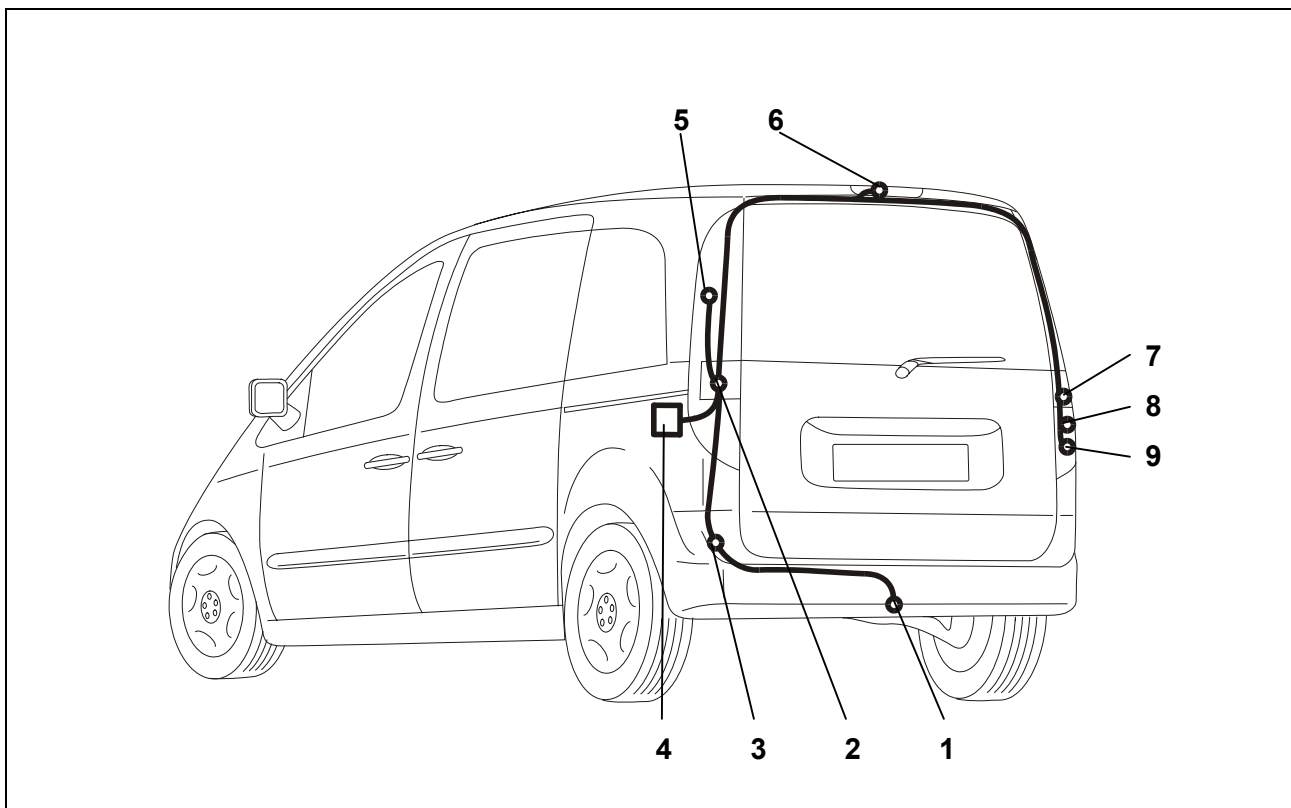

Fig. 2: Schema di montaggio
3. Eseguire in un punto adeguato sotto il fanale posteriore sinistro un foro da 19 mm per il passaggio dei cavi (fig. 2/3). Eventualmente utilizzare l'apertura già presente.
4. Infilare il terminale del fascio di cavi relativo attraverso questa apertura, partendo dalla cavità dietro il fanale posteriore sinistro, verso l'esterno sino alla lamiera portapresa (fig. 2/1).
5. Infilare la bussola di gomma nel foro di passaggio cavi (fig. 2/3).
6. Inserire la guarnizione della presa e collegare il fascio di cavi come da schema occupazione presa (fig. 2/1) ed avvicinare la guarnizione di gomma alla presa.
7. Fissare la presa al supporto (fig. 2/3) mediante le viti ed i dadi forniti.
8. Togliere la spina dal fanale posteriore sinistro (fig. 2/2) e collegarla alla relativa controparte adatta del fascio di cavi. Le spine devono innestarsi in posizione.
9. Posare il terminale del cavo corredato delle due spine a 6 poli sopra il rivestimento interno del tetto in direzione del fanale posteriore destro (fig. 2/7).
10. Togliere la spina dal fanale posteriore destro (fig. 2/7) e collegarla alla relativa controparte adatta del fascio di cavi. Le spine devono innestarsi in posizione.
12. Fissare il modulo del rimorchio (fig. 2/4) con l'apposito nastro nella cavità sinistra dietro il fanale posteriore.
13. Collegare i cavi marroni corredati degli occhielli alla massa del veicolo (fig. 2/5) sopra la luce posteriore sinistra.